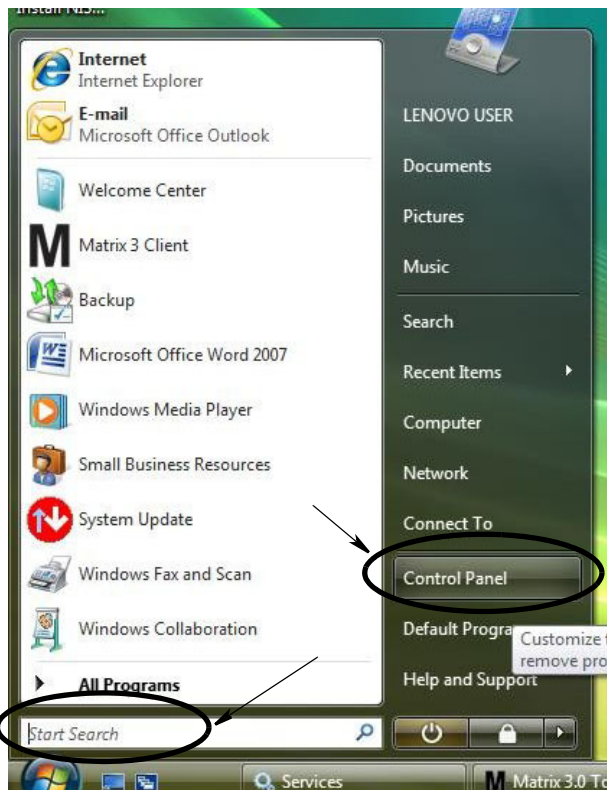

FIG. 16
1. Sur le bureau Windows Vista, sélectionnez "Start / Control Panel" (Démarrer / Panneau de configuration) (FIG. 16).